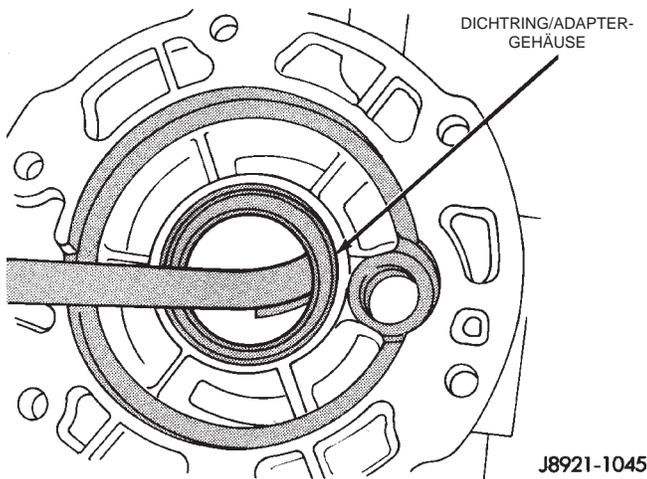

Abb. 14 Dichtring des Adaptergehäuses ausbauen
- (1) Das Fahrzeug anheben und sicher abstützen.
- (2) Das Verteilergetriebe ausbauen.
- (3) Mit einem geeigneten Hebel oder einer Schraube mit Gleithammer den Dichtring des Adaptergehäuses ausbauen (Abb. 14).